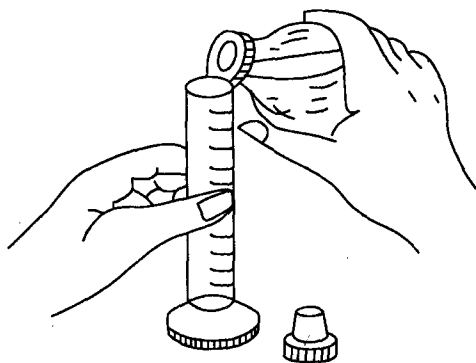

图 1-2 从试剂瓶中倒取液体的操作
(2) 从细口瓶中取用试剂时,先将瓶塞取下,反放在实验台面上,然后将贴有标签的一面向着手心,逐渐倾斜瓶子,瓶口紧靠盛接容器的边缘或沿着洁净的玻璃棒,慢慢倾倒至所需的体积(图 1-2)。最后把瓶口剩余的一滴试剂“碰”到容器中去,以免液滴沿着瓶子外壁流下。注意不要盖错瓶盖。若用滴管从细口瓶中取用少量液体,则滴管一定要洁净、干燥。
(3) 准确量取液体试剂时,可用量筒、移液管或滴定管,多取的试剂不能倒回原瓶,可倒入指定容器。